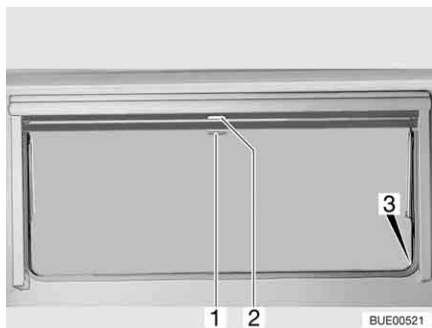

Bild 72 Överkantshängda fönster
**Stänga:** ■ Drag ned mörkläggningsrullgardinen med handtaget (Bild 72,2). När mörkläggningsrullgardinen dras ned helt fäster man det man i spärrarna (Bild 72,3) på båda sidorna på fönsterkarmen.
**Öppna:** ■ När mörkläggningsrullgardinen är helt neddragen: Tryck ned handtaget (Bild 72,2) och drag det något inåt. Nu kan man ta loss mörkläggningsrullgardinen ur spärrarna på båda sidorna av fönsterkarmen.
■ När mörkläggningsrullgardinen inte är helt neddragen: Drag handtaget (Bild 72,2) lätt nedåt tills spärren släpper.
**Stänga:** ■ Drag ner insektsnätet med handtaget (Bild 72,1) och fäst det i spärrarna (Bild 72,3) på båda sidorna av fönsterkarmen.
**Öppna:** ■ Tryck ned handtaget (Bild 72,1) och drag det något inåt. Lossa insektsnätet ur spärrarna på båda sidorna av fönsterkarmen.